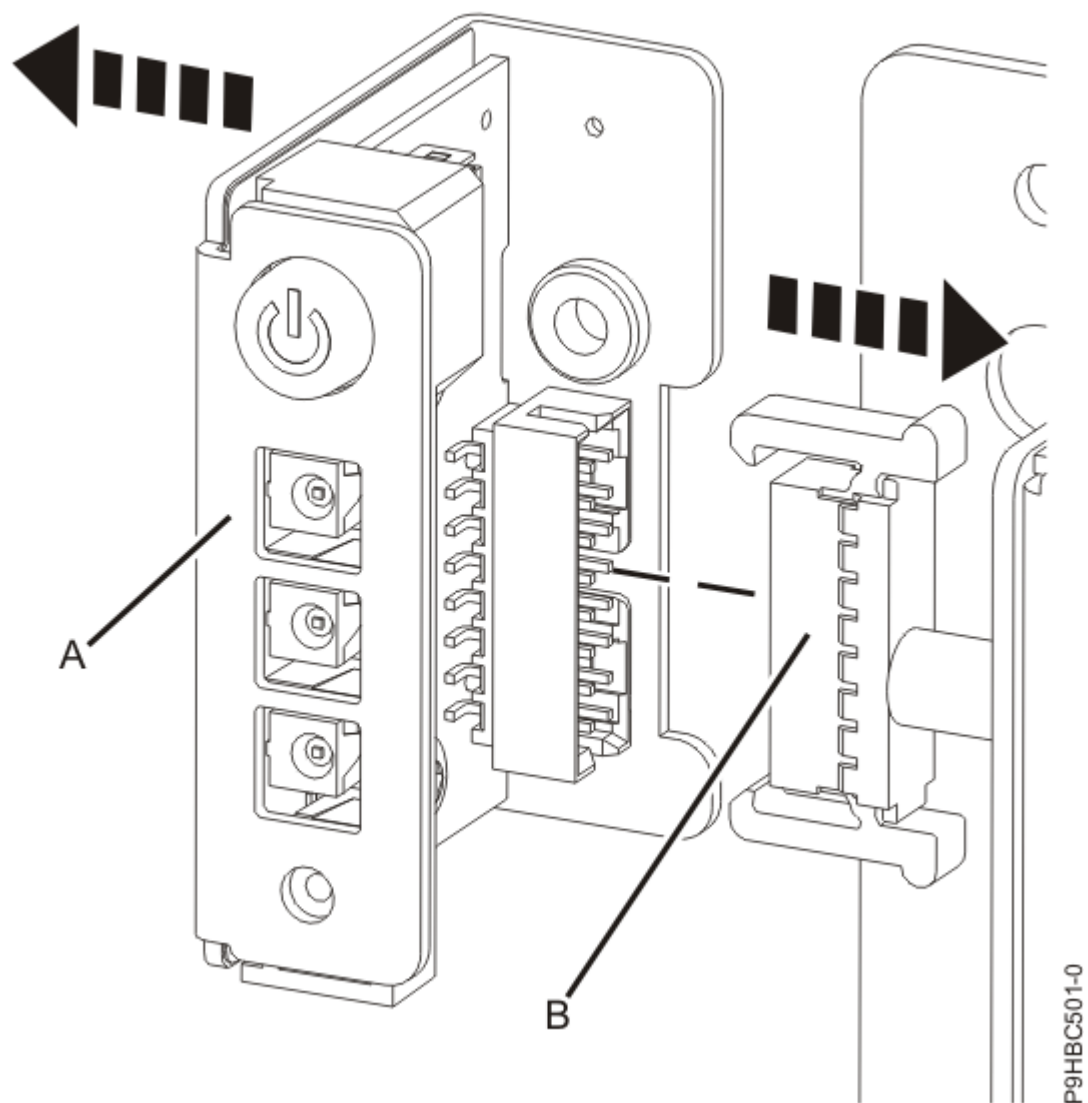
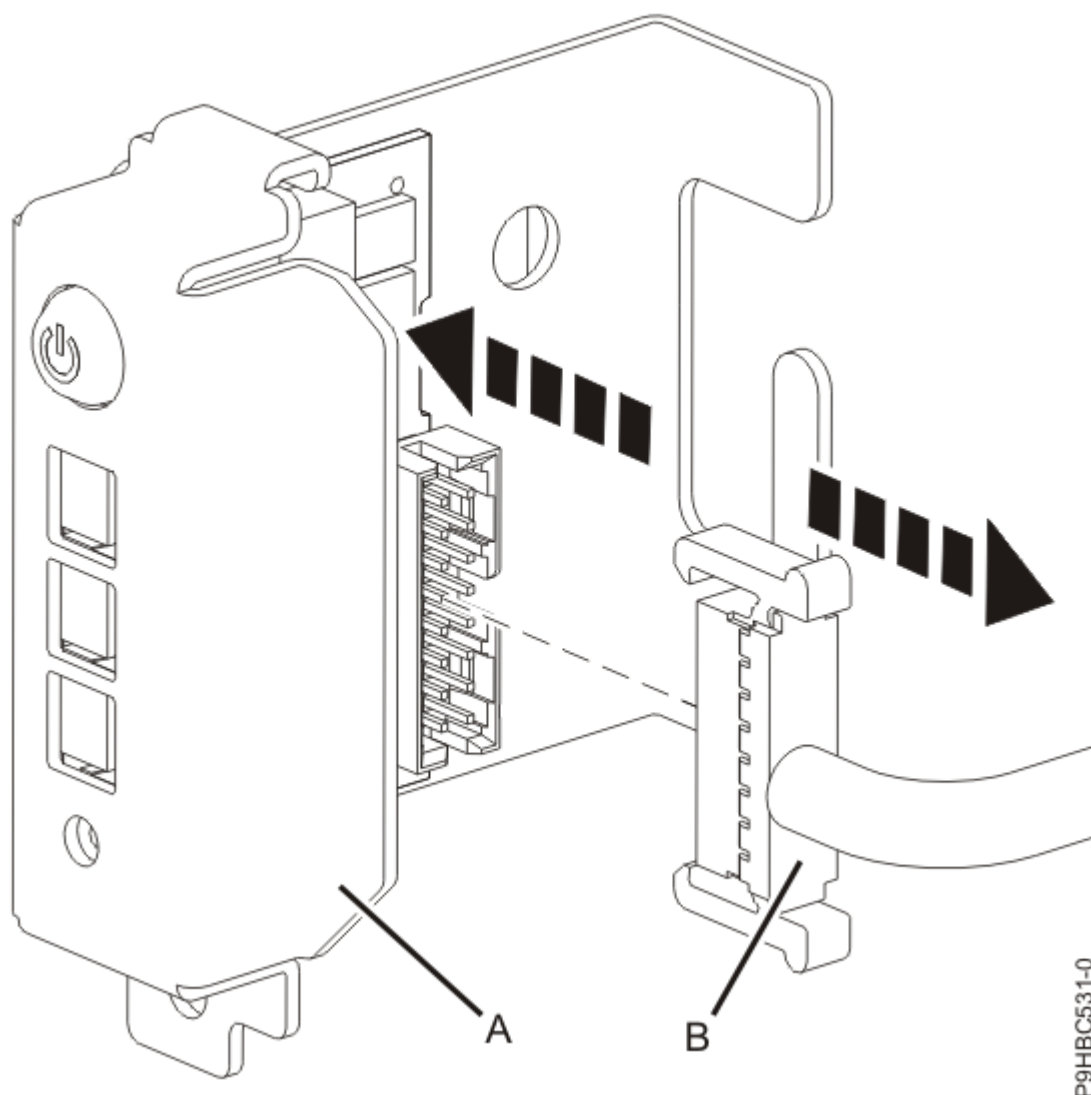

図 19. ラック・マウント型システムのケーブルからのコントロール・パネルの切り離し
図 20. スタンドアロン・システムのケーブルからのコントロール・パネルの切り離し
4. コントロール・パネル **(A)** をケーブル **(B)** から切り離します (21 ページの図 19 または 22 ページの図 20 を参照)。